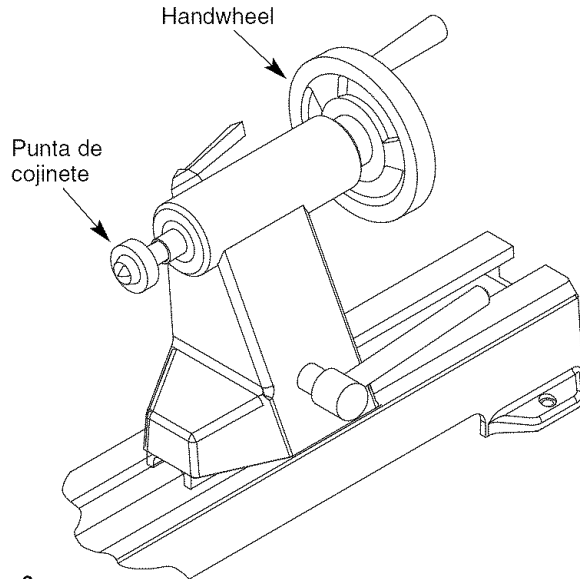

Figura 3
- Para remover la punta acopada del pisón del cabezal móvil, turn handwheel counterclockwise. Refiérase a la Figura 3.